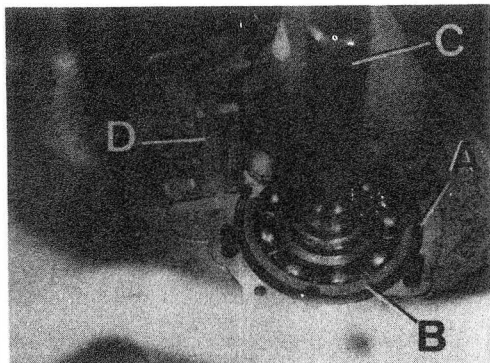
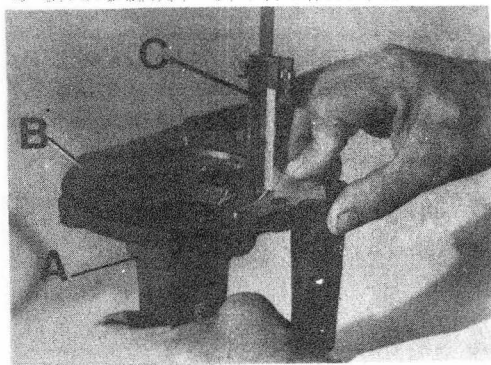
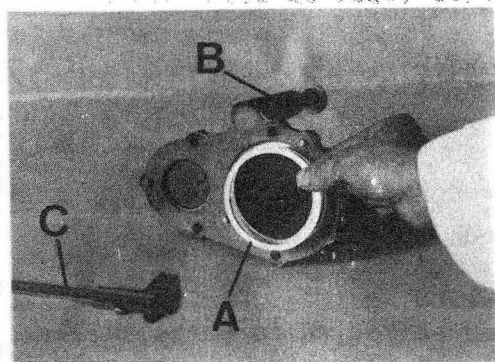

Fig. C1-78 Medición rodamiento del eje primario
Fig. C1-79 Medición alojamiento en tapa delantera
Fig. C1-80 Arandelas de ajuste
- 3.3.1. Asegurándose que el anillo elástico, A (Fig. C1-78) haga tope en la cara de apoyo del cárter de embrague, se medirá la parte saliente de la pista exterior del rodamiento, B, del eje primario, C, con relación a la cara - de apoyo del cárter de embrague.
- 3.3.2. Medir la profundidad del alojamiento de la pista exterior del rodamiento en la tapa delantera, A (Fig. C1-79), teniendo en cuenta que dicha tapa - deberá tener la junta, B, superpuesta.
3.3.3. La diferencia entre la medida obtenida sobre el rodamiento, B (Fig. C1-78) y la obtenida en el alojamiento de la tapa, A (Fig. C1-79), será el espesor de las arandelas de reglaje, A (Fig. C1-80) necesarias para proceder al -- montaje de la tapa delantera, B, si bien se puede aumentar el espesor de arandelas 0,10 mm, que es el apriete máximo permitido que puede dársele a. rodamiento.